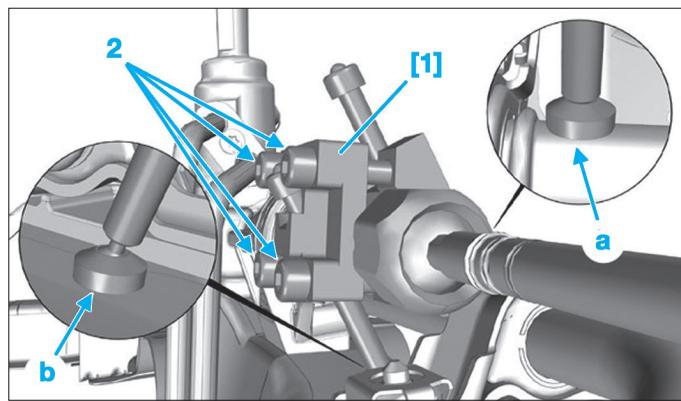

Fig. 12
- Positionner l'outil [1] sur le mécanisme de direction (Fig.12).
- Serrer les 4 vis (2) de l'outil [1].